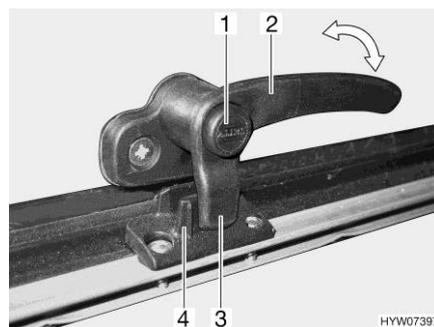
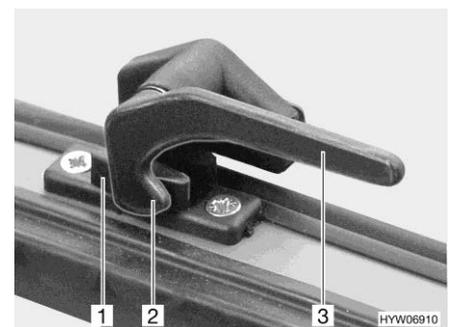

Fig. 68 Palanca de bloqueo con botón de seguridad en la posición "cerrada"
Fig. 69 Palanca de bloqueo en la posición "cerrada"
- Si existe, pulsar el botón de seguridad (Fig. 68,1) y mantenerlo pulsado.
- Girar todas las palanca de bloqueo (Fig. 68,2 ó Fig. 69,3) un cuarto de vuelta hacia el centro de la claraboya.
- Girar todas las palancas de bloqueo (Fig. 68,2 ó Fig. 69,3) un cuarto de vuelta hacia el marco. El saliente de bloqueo (Fig. 68,3 ó Fig. 69,2) se encuentra en la cara interior del bloqueo de la claraboya (Fig. 68,4 ó Fig. 69,1).
- En la posición "cerrada fijamente" (Fig. 68 y Fig. 69)